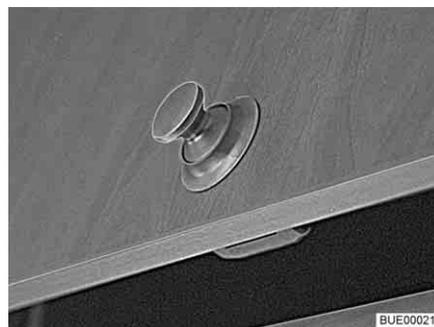
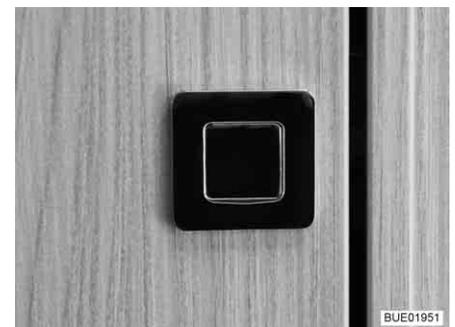

Bild 44 Möbelklappe mit rundem Druckknopf
Bild 45 Möbelklappe mit rechteckigem Druckknopf
- Innenteil des Schlosses drücken. Der Druckknopf (Bild 44 oder Bild 45) springt heraus.